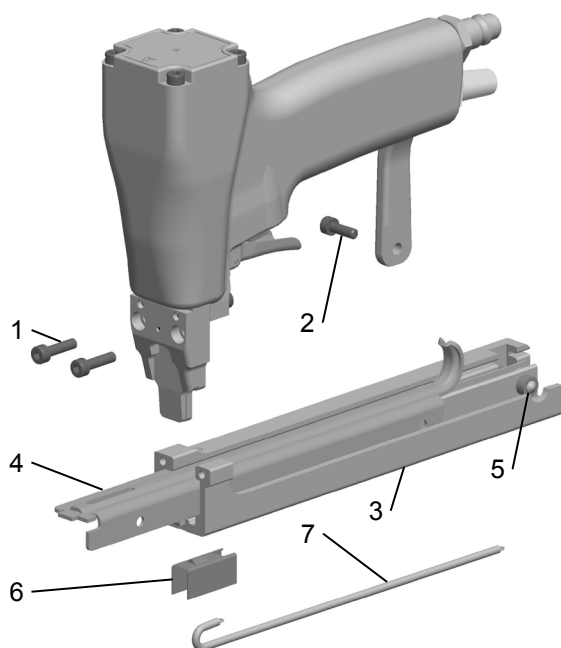

Fig. 6
- Demontera skruv (Fig. 6/2) vid bakre infästning till magasin.